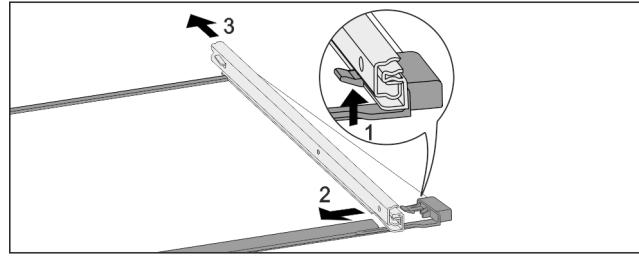

Fig. 81 Steklena plošča z vodili
- Sprednji zaskočni kaveljček potisnite navzgor. Fig. 81 (1)
- Izvlečno vodilo potisnite Fig. 81 (2) na stran Fig. 81 (3) in nazaj.